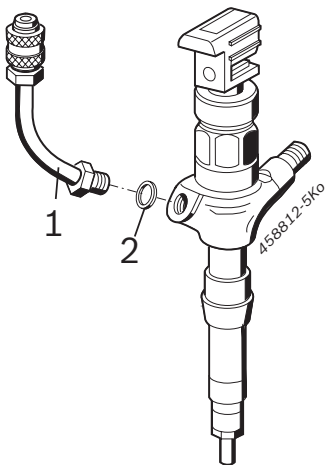

Abb. 2: Schlauchleitung
1. Schlauchleitung 1 680 712 368 (Abb. 2, Pos. 1) mit Flachdichtring (Abb. 2, Pos. 2) in die Rücklaufbohrung des Denso CRI Piezo einschrauben und festziehen.